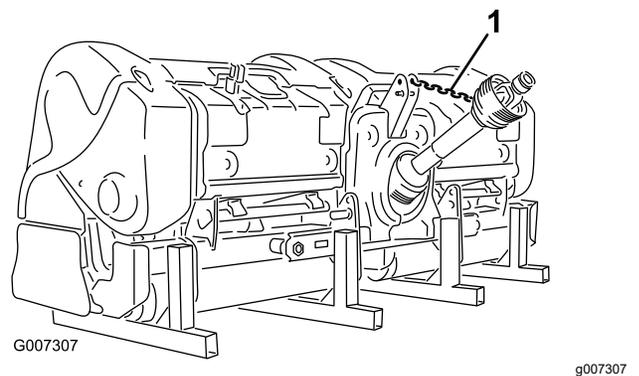

**Рисунок 43**
2. Установите подставки для хранения и прикрепите их к машине шплинтами (Рисунок 43).